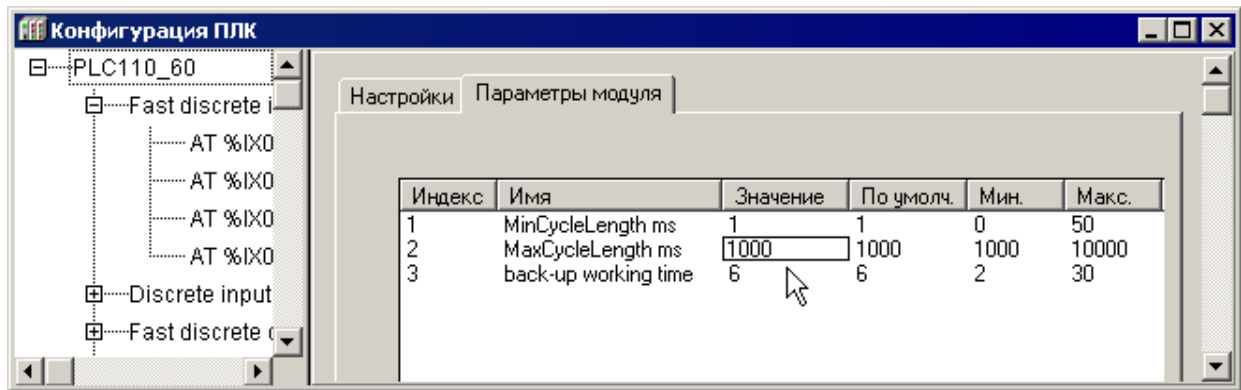

Рисунок 7.9 – Окно настройки параметров работы ПЛК
- 1) В дереве конфигурации выделить корневой элемент (например, «PLC110-60», см. рисунок 7.9).
- 2) В области задания параметров – перейти на вкладку «Параметры модуля (Module Parameters)», щелчком левой кнопки мыши в требуемой ячейке списка параметров, переведя запись значения, установленного по умолчанию, в режим редактирования (см. рисунок 7.9).